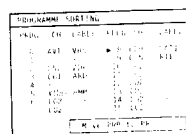

Fig. 14.
- 3 Select «Programme Sorting» with Δ or ∇ and press OK. The «PROGRAMME SORTING» menu appears. (See Fig. 14.)